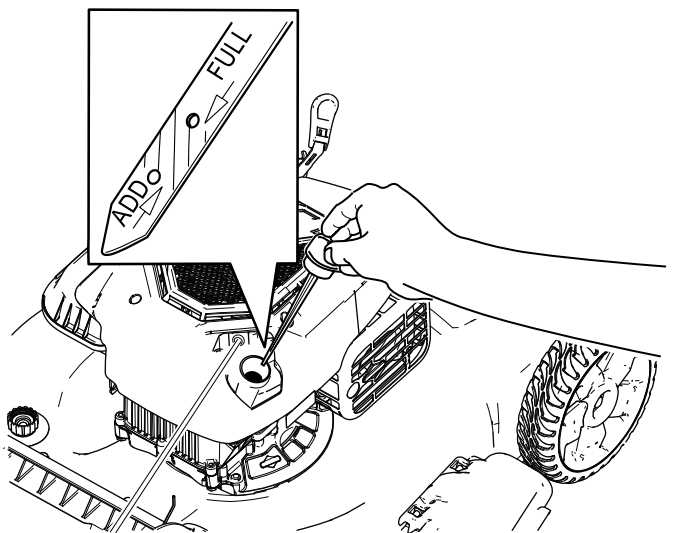

Figura 6
2. Retire la varilla girando el tapón en el sentido contrario a las agujas del reloj y tirando del mismo (Figura 6).
7. Observe en la varilla el nivel de aceite (Figura 6).